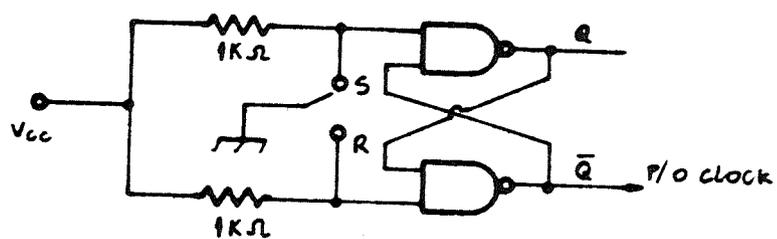

Figura 9.2
2.1.3. Monte o eliminador de ruído de chave da figura 9.2 e ligue-o à